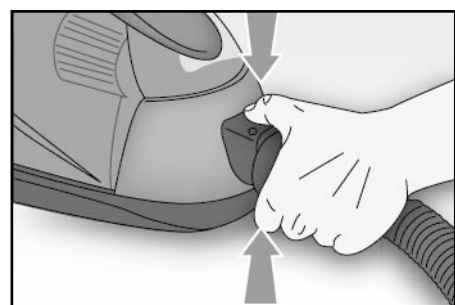

Fig. 2
- Inserire il manicotto (14) nell'apertura di entrata dell'aria (6) e premerlo finché non si blocca a scatto. Per rimuoverlo, è necessario premere contemporaneamente i due pulsanti di sblocco (9) ed estrarlo (Fig. 2).